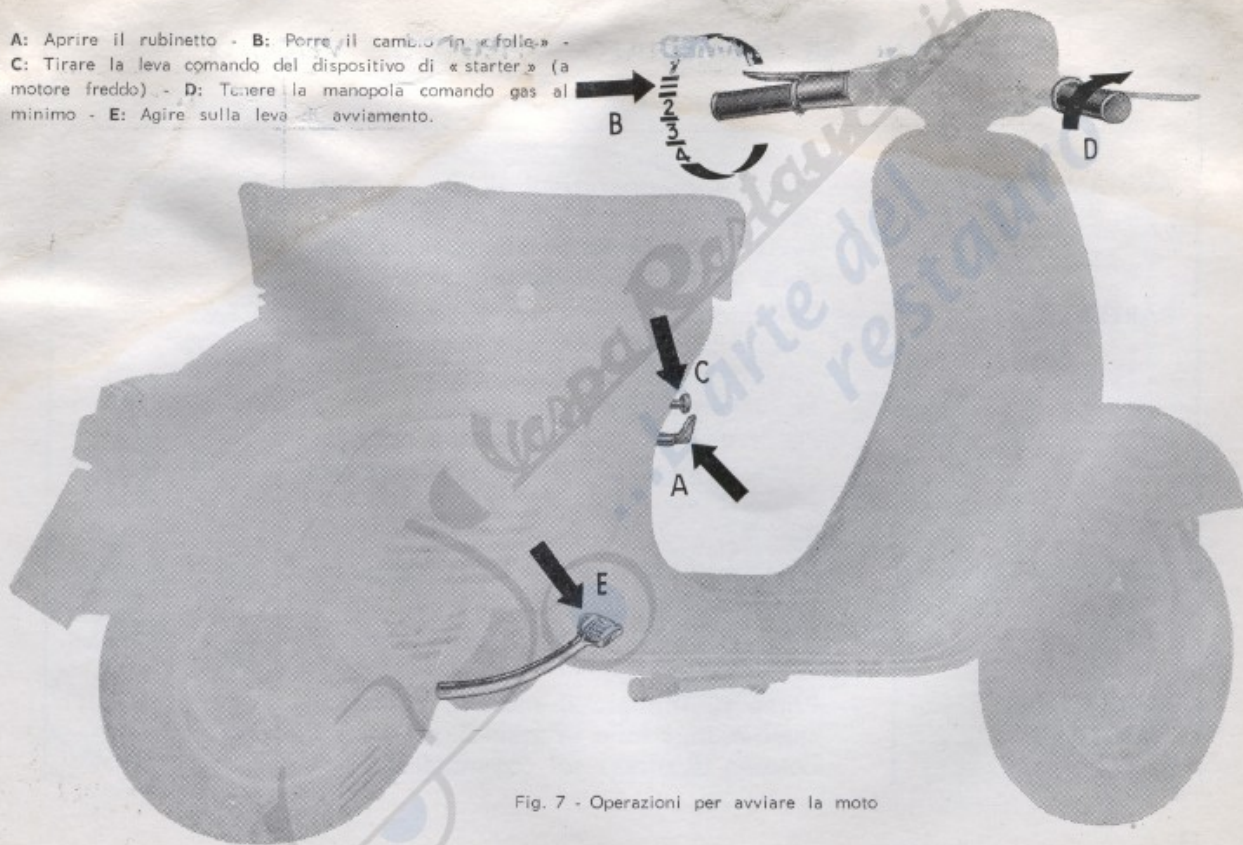

Fig. 7 - Operazioni per avviare la moto
PARTENZA	— Con motore al minimo, tirare la leva della frizione e ruotare la manopola del cambio nella posizione della 1.a velocità (fig. 7). Per avviare il veicolo, lasciare con dolcezza la leva della frizione e dare gas (ruotare la manopola destra sul manubrio).
- Chiudere il rubinetto miscela (« A », fig. 7), **togliere la candela** (ved. norme di pag. 18 e fig. 10) e pulirla, far compiere al motore alcuni giri azionando il pedale della messa in moto. Riavvitare quindi a mano la candela e bloccarla con la chiave a tubo; riaprire il rubinetto miscela ed agire sul pedale della messa in moto.